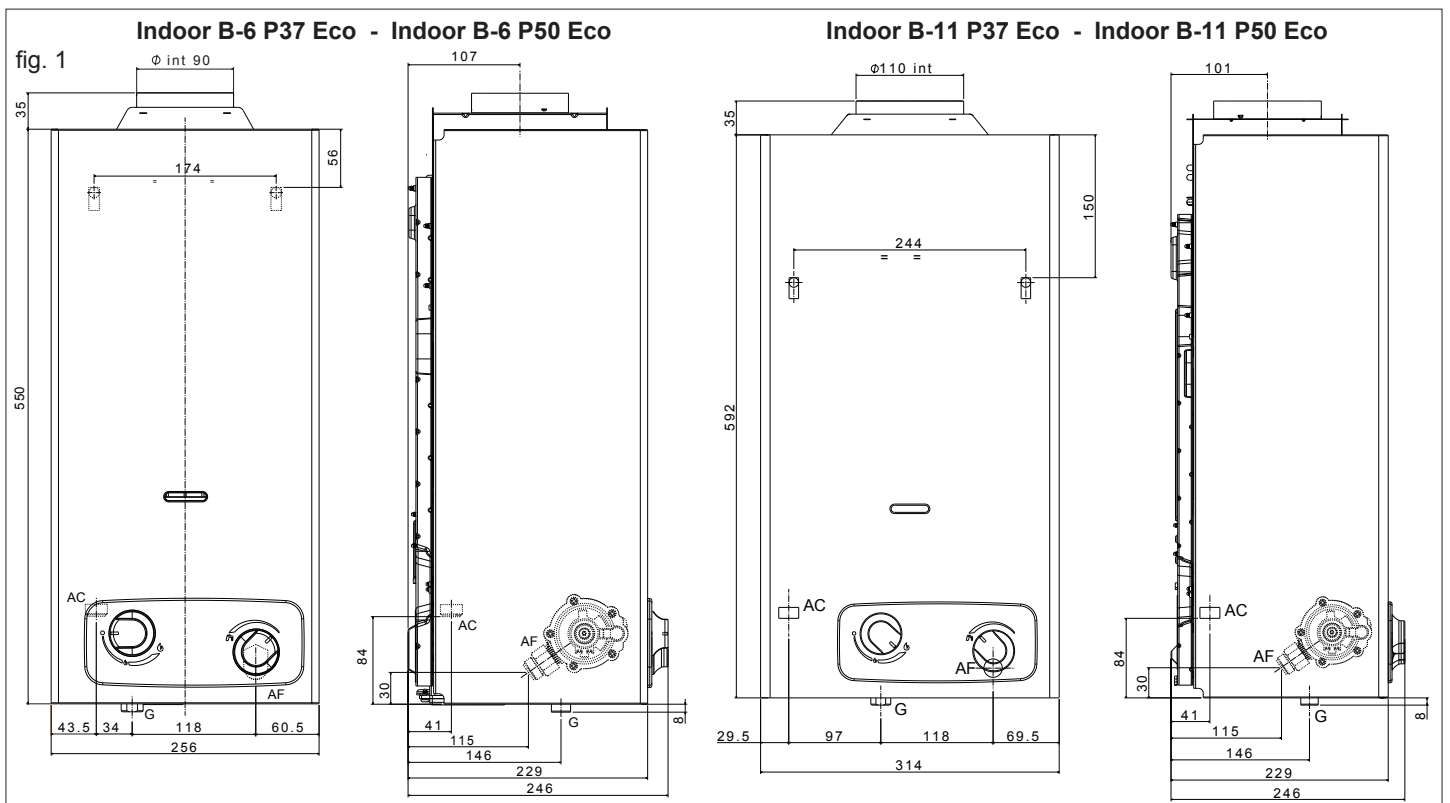

fig. 1 Indoor B-14 P37 Eco - Indoor B-14 P50 Eco
- In fig. 1 worden de hoogtes voor de wandmontage van het apparaat aangegeven.